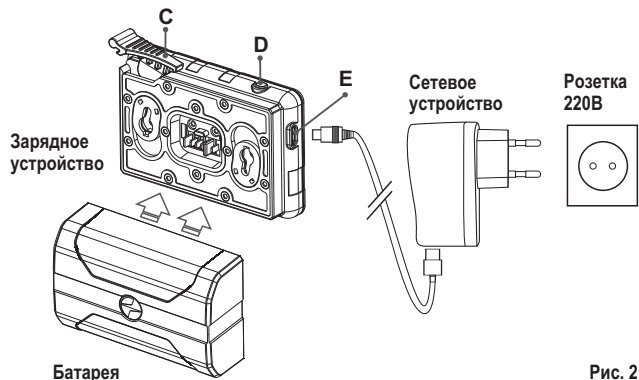

Рис. 2
- Установите аккумуляторную батарею в зарядное устройство как показано на рис.2, защелкните рычаг **(C)**.